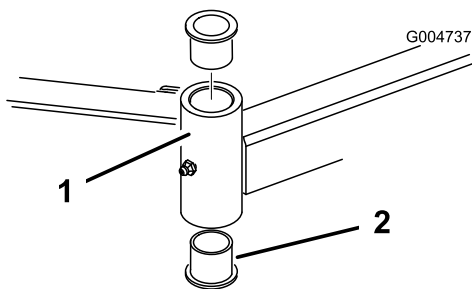

Bild 102
4. Stecken Sie einen Dorn oben oder unten in das Befestigungsrohr und treiben die Büchsen heraus (Bild 102).